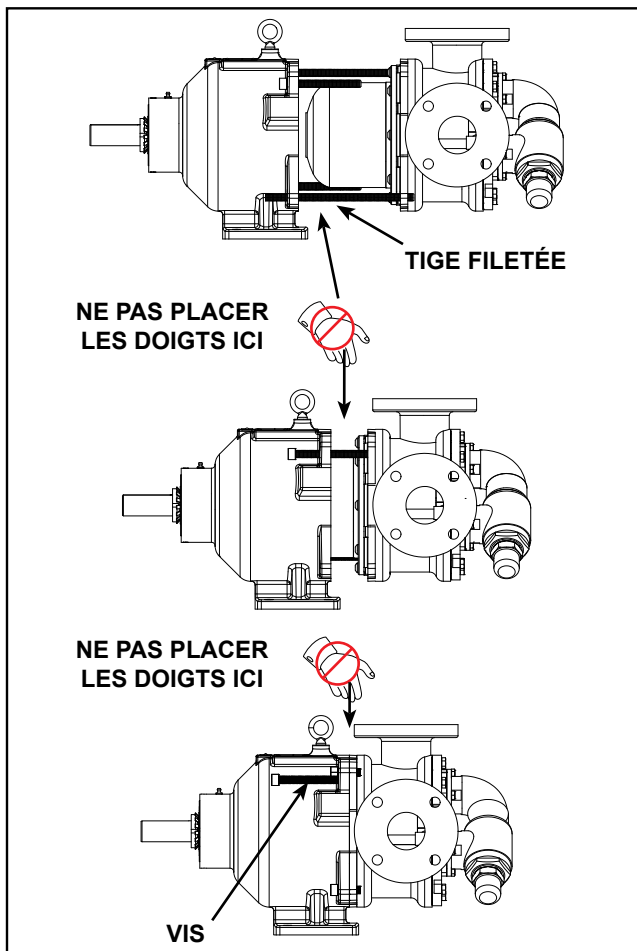

FIGURE 13
Ne pas placer les doigts sur l'avant de la bride de fixation de la pompe. Aligner le bol sur l'alésage du support et l'enfiler délicatement à l'intérieur. Une fois que les aimants commencent à s'engager l'un dans l'autre, l'emboîtement se termine de lui-même très rapidement, sauf si la vis six pans creux de 1/2" x 5" est utilisée correctement. Vérifier que les doigts ne sont pas sur l'avant de la pompe. Voir la séquence à la Figure 13.
15. Introduire deux vis à tête six pans creux à filet intégral de 1/2" X 5" dans le support jusqu'à ce qu'elles dépassent au maximum de l'avant du support pour contrôler l'assemblage de la pompe, voir **Figure 13**. Pour maintenir la pompe et le support correctement alignés et pour plus de sécurité, il est conseillé d'utiliser deux longueurs de tige filetée (15 à 20 cm) dans les emplacements de vis diagonaux de la bride d'adaptation et les enfiler dans les trous correspondants du support.